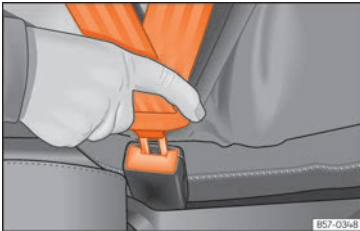

Abb. 23 Schloßzunge des Sicherheitsgurts in das Gurtschloß einstecken.
- Schloßzunge fest in das zum Sitzplatz gehörende Gurtschloß stecken »» (Abb. 23).